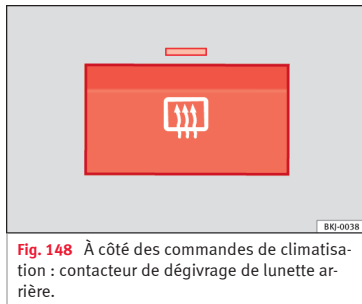

Fig. 148 À côté des commandes de climatisation : contacteur de dégivrage de lunette arrière.
- Appuyez sur le bouton de désembuage » **fig. 148**